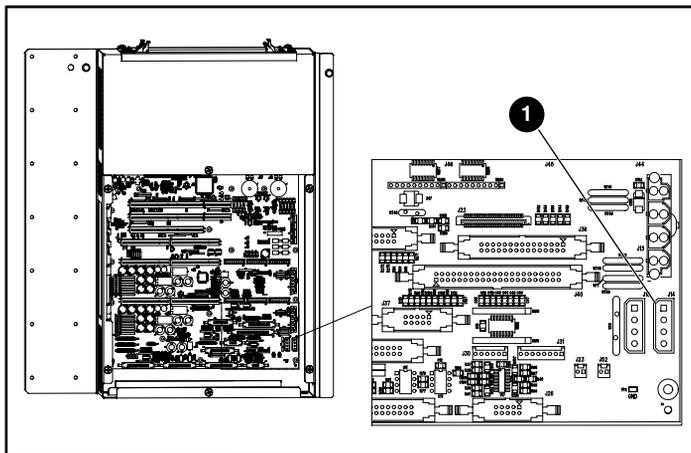

Figure 6 : Connexion à la broche J14
5. Faites passer le câble du ventilateur dans le châssis PCI (reportez-vous à la Figure 6):
6. Raccordez le ventilateur à la prise J14 sur le fond de panier PCI (reportez-vous à la Figure 6).